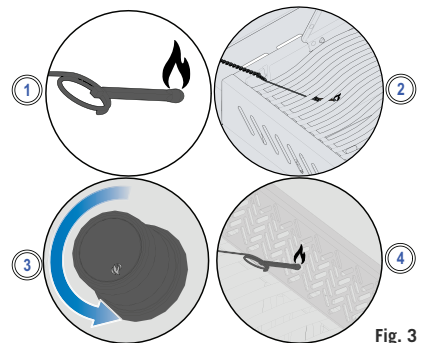

Fig. 3
3. Al mismo tiempo, gire el mando del quemador correspondiente a la posición de fuego alto. (Fig. 3)